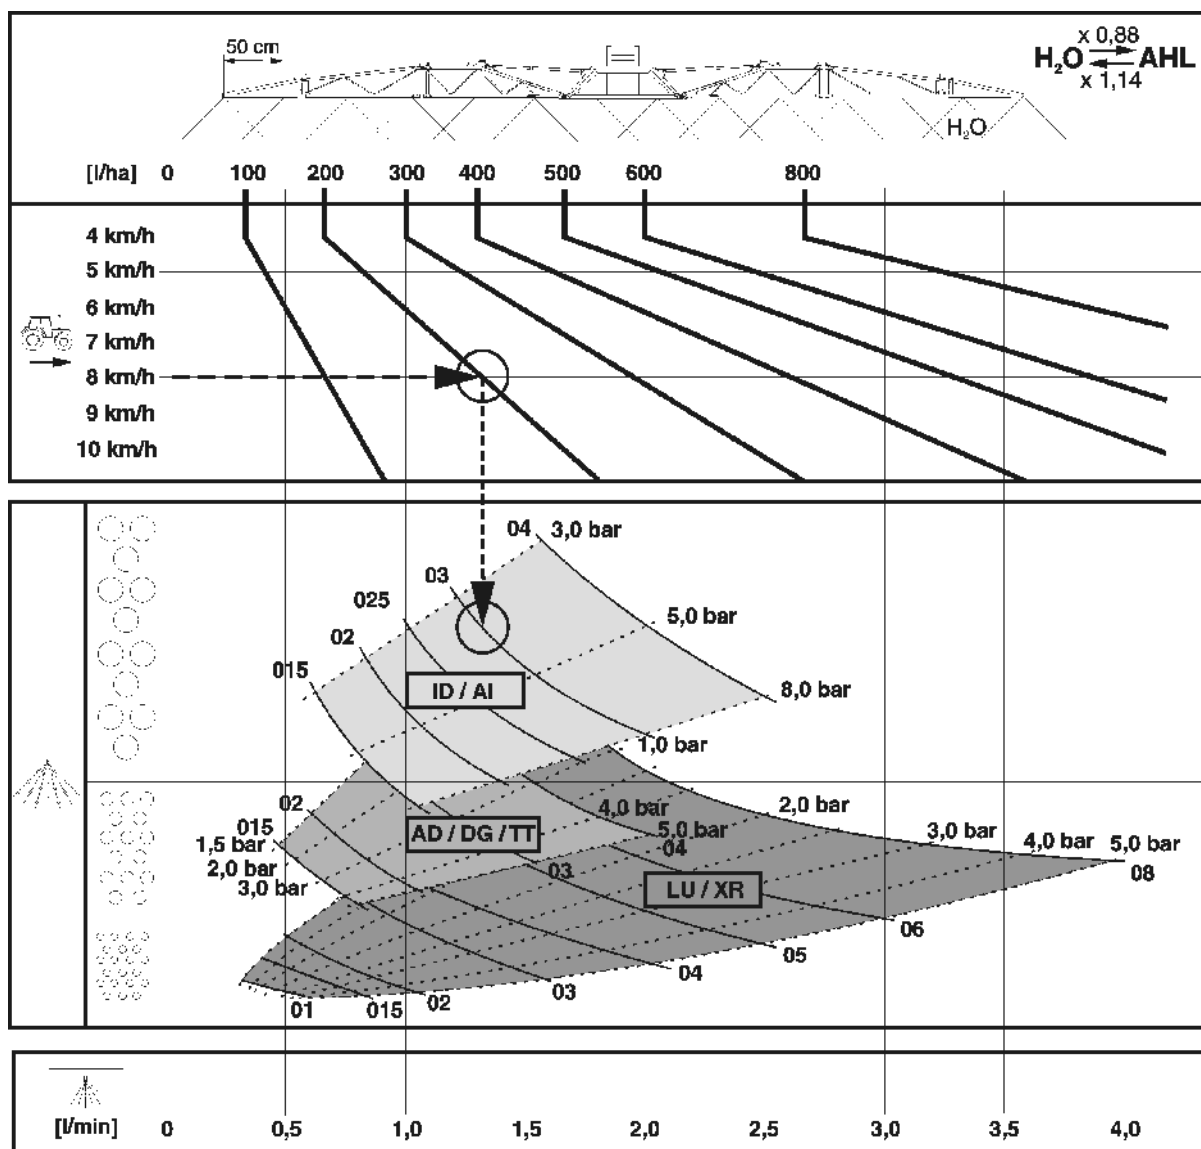

Рис. 182
- Все приведенные в таблицах параметров опрыскивания нормы расхода [л/га] действительны для воды. Для пересчета на раствор мочевины и нитрата аммония (АНЛ) умножьте указанные нормы расхода на 0,88, а для пересчета на азотно-фосфорные растворы (NP) – на 0,85.
- Рис. 182 служит для выбора подходящего типа форсунки. Тип форсунки выбирается исходя из: